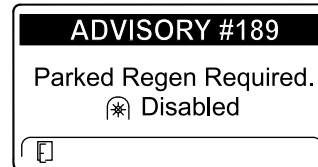

Bild 38
- Wenn Sie eine geparkte Regenerierung nicht innerhalb von zwei Stunden durchführen, wird im InfoCenter „Parked regeneration required - power takeoff disabled ADVISORY #189“ angezeigt (Bild 38).